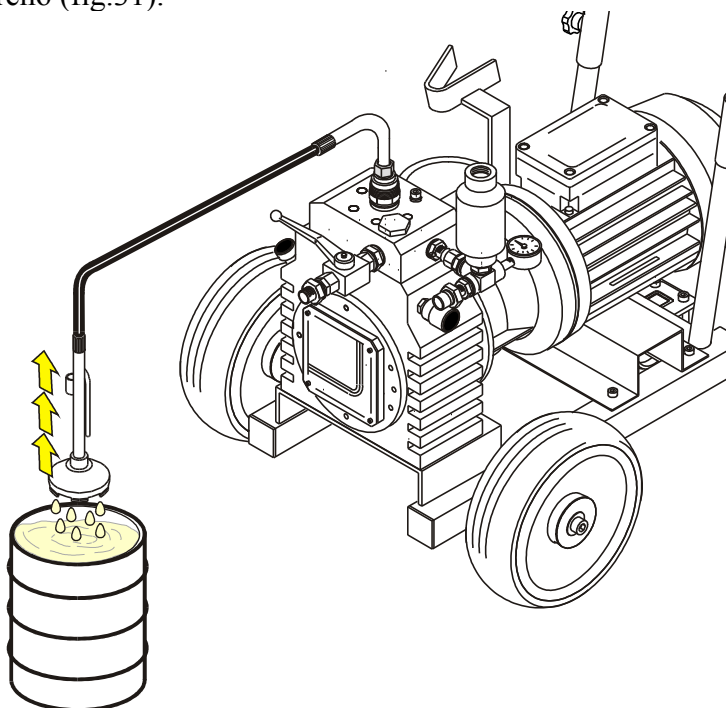

Fig.31
1) Sollevare dal contenitore il tubo di aspirazione ed il tubo di ricircolo, facendo attenzione a non far cadere il prodotto sul terreno (fig.31).